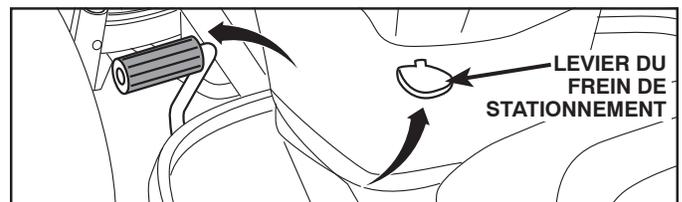

Fig. 3
## INSTALLER LA TONDEUSE (Voir la Fig. 3 - 15)
1. TIRER LE BRAS DU LEVIER DE STATIONNEMENT ET BAISSER LA MANETTE DE LEVAGE DE L'ACCESSOIRE (Voir la Fig. 3 et 4)